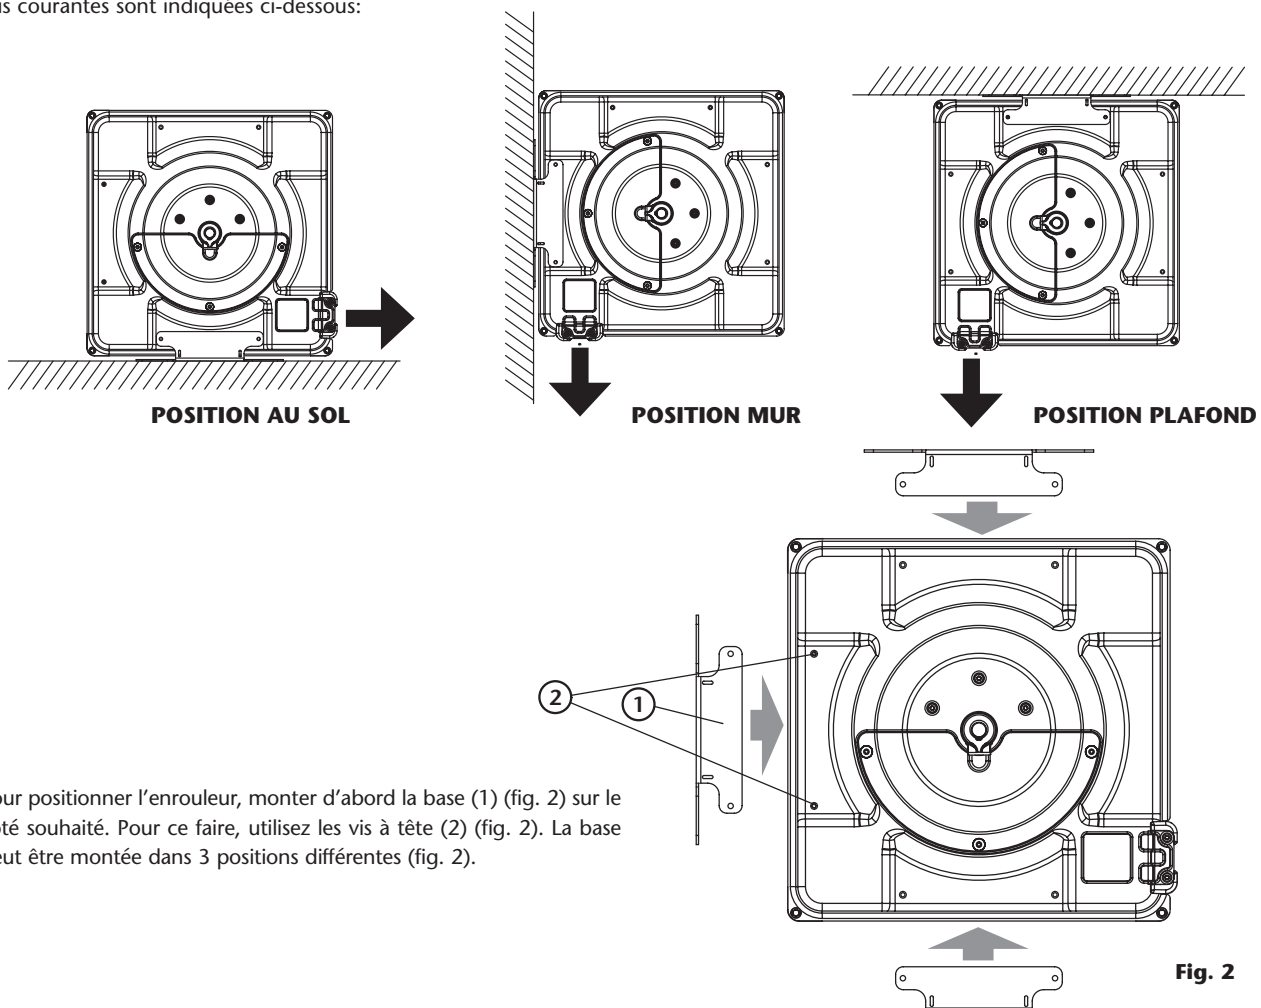

Fig. 2
1. Pour positionner l'enrouleur, monter d'abord la base (1) (fig. 2) sur le côté souhaité. Pour ce faire, utilisez les vis à tête (2) (fig. 2). La base peut être montée dans 3 positions différentes (fig. 2).